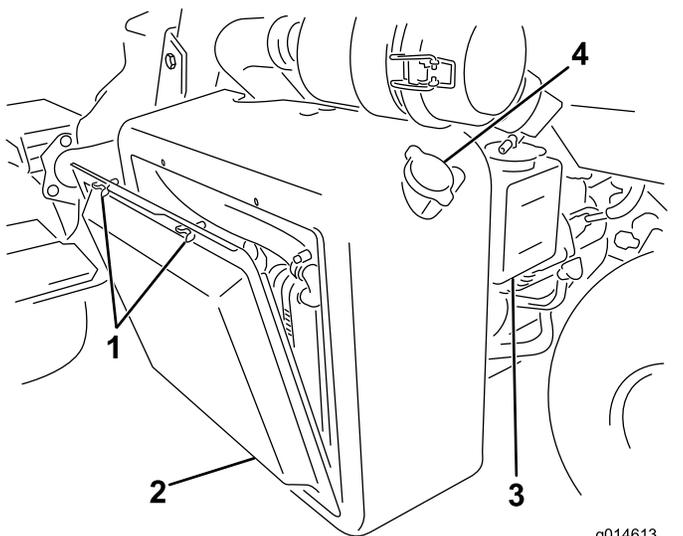
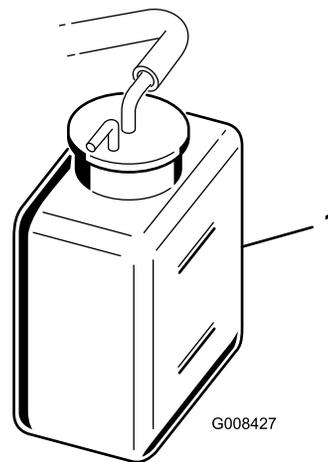

図 44
図 45
1. ラジエーターのスクリーンを外す 図 44。
2. 冷却液の量を点検する 図 44と図 45。